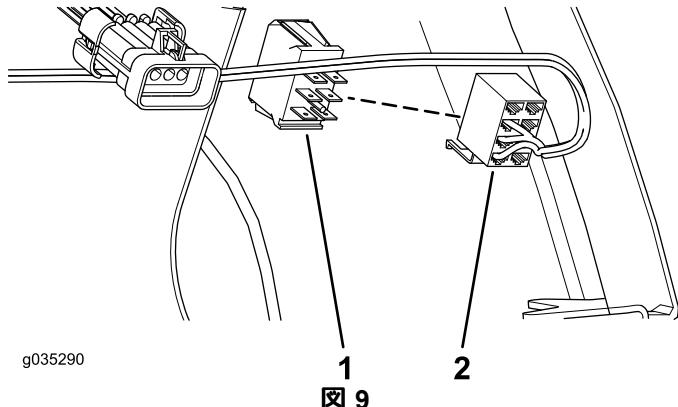

図 9
3. ワイヤハーネスについているメスのコネクタをスイッチに接続する図 9。